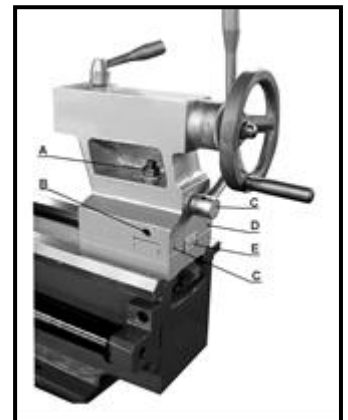

Fig. 17
Desserrez l'écrou (A, Fig. 17), la poignée (C) et les deux vis (D), puis ajustez la vis (B) pour décaler l'axe du fourreau par rapport à l'axe de la broche. Pour obtenir le cône souhaité, reportez-vous à la valeur indiquée sur la plaque graduée (E).